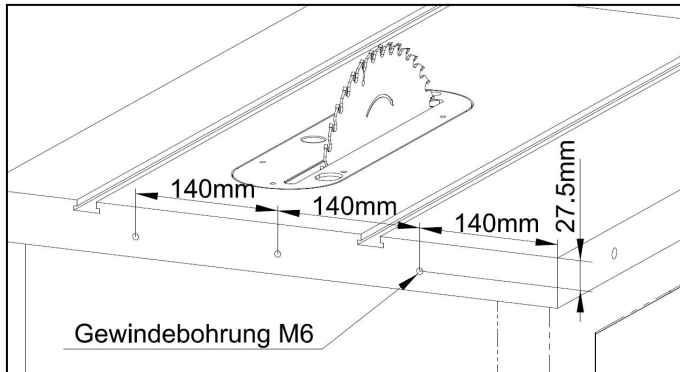

Abbildung 6-8
1. Unter Bezugnahme auf das Diagramm in **Abb. 6-8** bohren Sie vorsichtig drei M6-Gewindebohrungen auf der hinteren Montagefläche des Haupttisches mit dem mitgelieferten Bohrer. Stellen Sie sicher, **dass diese Löcher 140 mm von der rechten Seite des Haupttisches und 27,5 mm von der Oberfläche des Tisches entfernt positioniert sind**. Sobald gebohrt, verwenden Sie das mitgelieferte Gewindeschneidwerkzeug, um diese Löcher zu gewinden. Gehen Sie beim Gewindeschneiden behutsam und langsam vor. Nach diesem Vorgang wird die hintere Führungsschiene perfekt mit der rechten Seite des Haupttisches ausgerichtet sein.